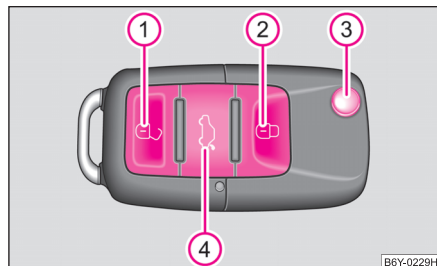

Fig. 26 Clés à radiocommande
- Appuyez sur la touche **4** pendant 1 seconde environ ⇒ fig. 26.